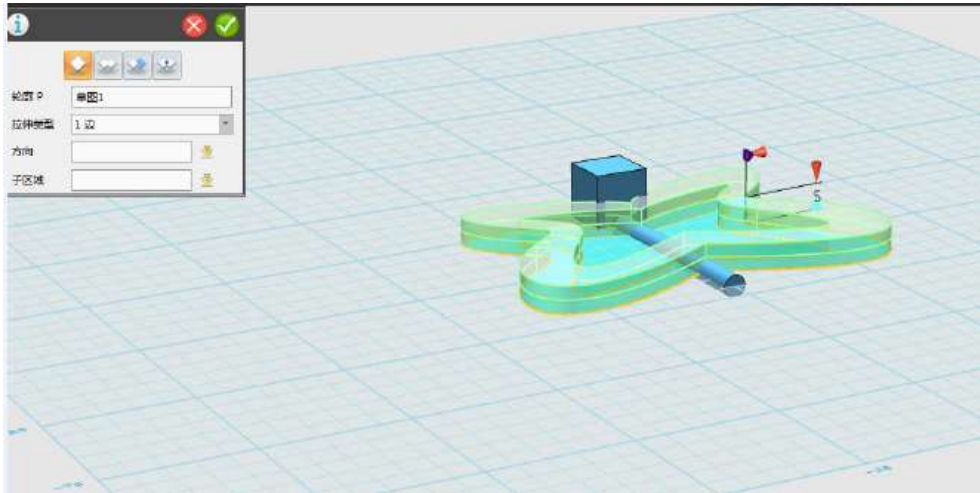

图 1-8
Step 8 点击“特征造型”，选择“拉伸”功能，拉伸体选择之前绘制的蝴蝶翅膀，在厚度输入“5”毫米，并点击确定，如下图 1-8 所示：